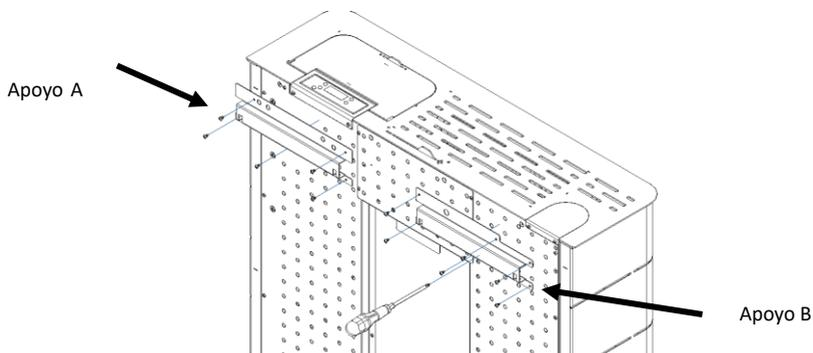

Figura 89 - Fijación de los apoyos A y B
a) Fije las canaletas de apoyo A y B en el equipo utilizando 11 tornillos A, tal como se muestra en la Figura 89 (preste atención a la posición de los apoyos).